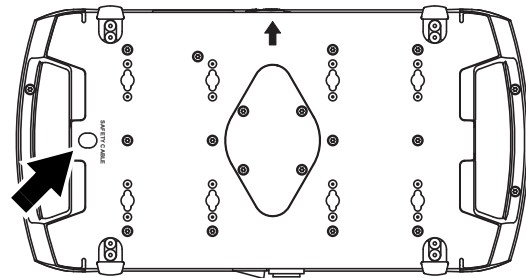

Figure 7: Fixation de l'élingue de sécurité
5. Voir Figure 7. Installez une élingue de sécurité homologuée pour le poids de l'appareil. Bouclez-la dans le point de fixation (indiqué par une flèche) sur la base de l'appareil et autour du point d'accroche secondaire. Si l'accroche primaire cède, c'est l'élingue de sécurité qui retiendra le projecteur. Enlevez autant de mou que possible de l'élingue (en la bouclant autant fois que nécessaire autour de la structure par exemple).